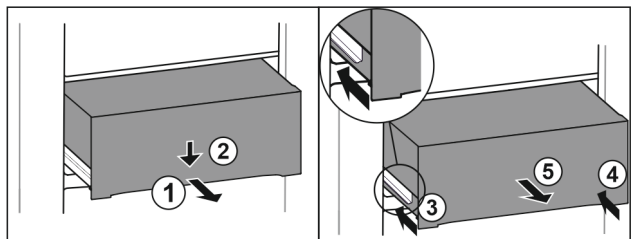

Fig. 121
- Tirer le tiroir jusqu'à mi-chemin. *Fig. 121 (1)*
- Appuyer sur l'avant du tiroir vers le bas. *Fig. 121 (2)*
- Insérer le rail gauche d'env. 2 cm. *Fig. 121 (3)*
- Insérer le rail droit d'env. 2 cm. *Fig. 121 (4)*
- Retirer le tiroir par l'avant. *Fig. 121 (5)*